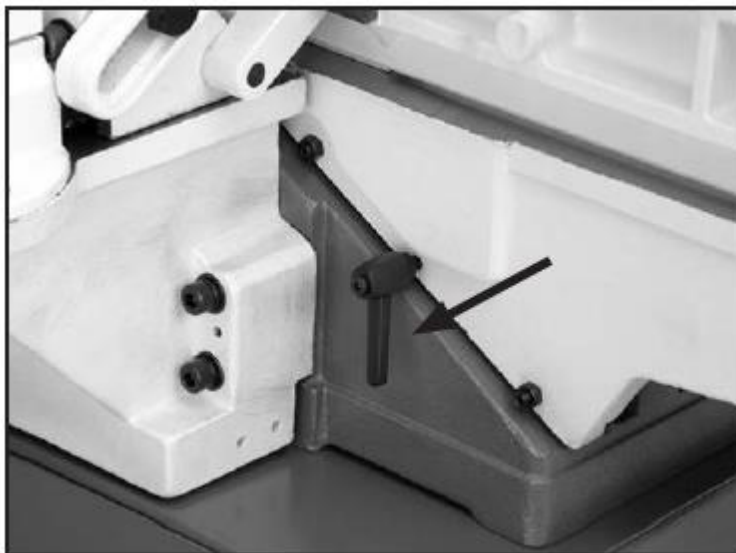

Рис. 19. Фиксация выводного стола
4. Зафиксировать выводной стол, рис. 19.